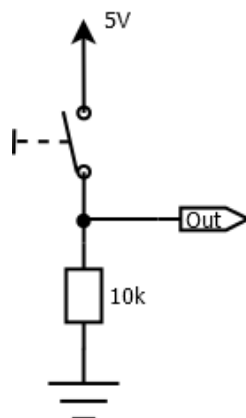

Abbildung 1: Taster mit Pulldown-Widerstand
Um den Taster mit dem Mikrocontroller auslesen zu können ist er wie in Bild 1 zu verschalten. Wenn der Taster nicht gedrückt ist, sind seine beiden Anschlüsse nicht miteinander verbunden. In diesem Fall liegt am Ausgang über den  $10\text{k}\Omega$  Widerstand ein eindeutiger Zustand von  $0\text{V}$  an. Falls der Taster gedrückt wird ist der Ausgang direkt mit  $5\text{V}$  verbunden.
1. Schließen Sie den Taster gemäß Bild 1 an den Arduino-Pin D2 an. Dieser ist mit dem INT0 am Pin PD2 des Mikrocontrollers verbunden.